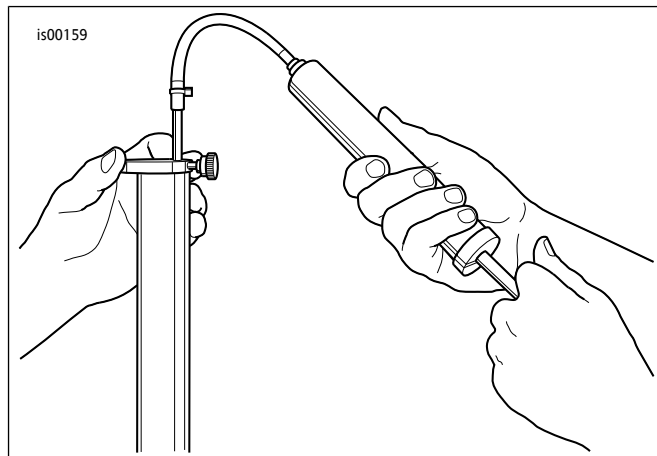

图7。清除多余的叉机油
14. 参见图7。调节叉油位，使油位在叉管压缩并拆下主弹簧时距叉管顶部120 mm (4.72 in)。请按以下步骤操作：